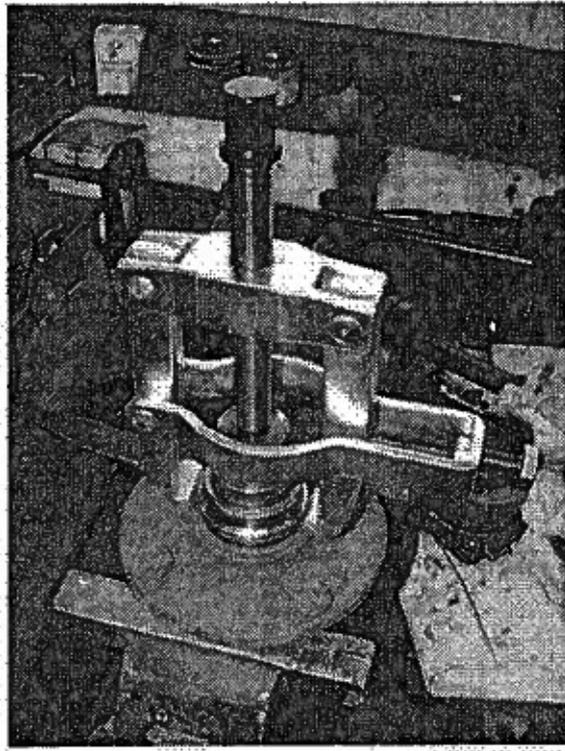

Figure 2 : Extraction de la bague intérieure d'un roulement
L'extracteur est positionné sur la pièce à extraire (bague intérieure d'un roulement) comme le montre la figure 2. Lorsque l'on serre l'étrier de serrage (5) à l'aide de la vis (6), les griffes des crochets d'extraction s'agrippent sous la bague et la coincent. A ce moment on serre la vis de manœuvre (3) qui prend appui sur l'arbre et exerce une force d'extraction.